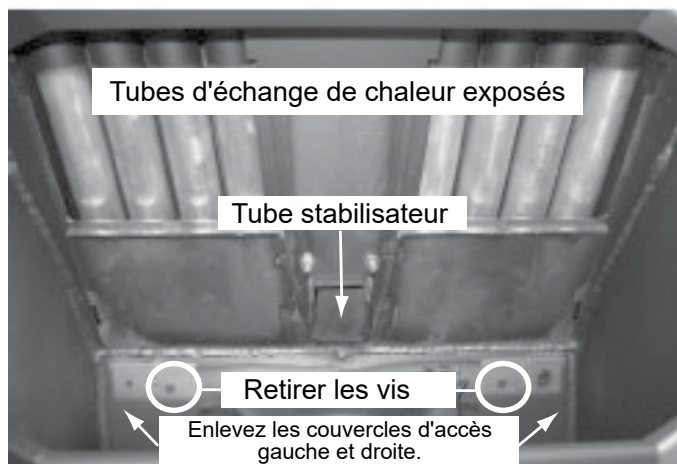

Figure 19.1 - Déflecteur retiré
- a. Utilisez un aspirateur industriel pour aspirer les cendres volantes et la suie des tubes d'échange de chaleur et de la zone de la boîte à feu (Figure 19.1).
- a. Il existe 2 sorties des gaz à gauche et à droite à l'arrière de la boîte à feu (Figure 19.1).